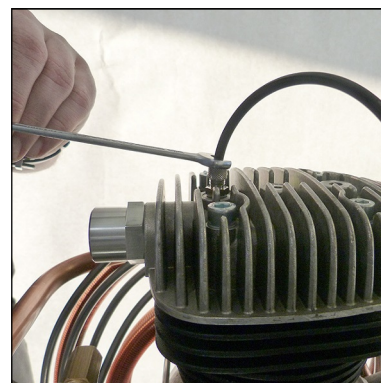

Abb. 1 - Ventilkopfschrauben lösen
- Verschraubung für Kurbelgehäuse - Entlüftungsschlauch lösen (Abb. 1)